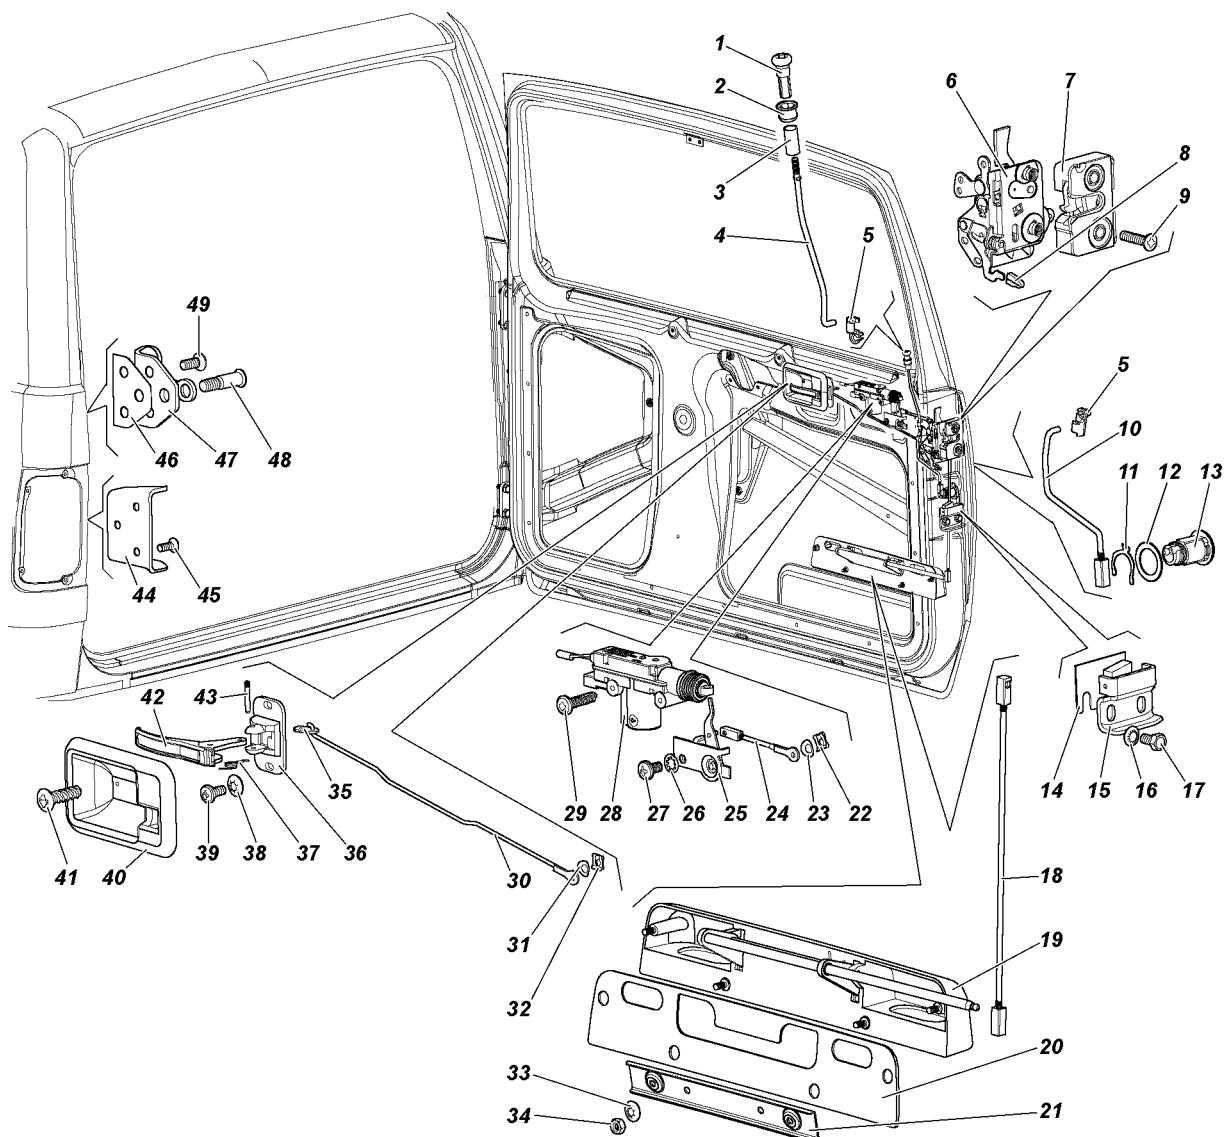

Рис. 15.30. Замок и ручки двери задка:
2. При необходимости выньте направляющую 2 (рис. 15.30) кнопки 1 из обивки двери.